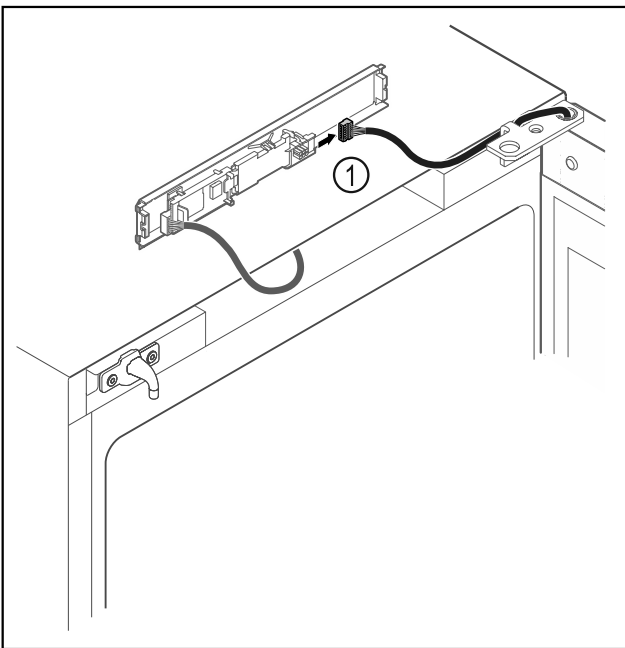

Fig. 13
- Irrota pistoke Fig. 13 (1) levystä.